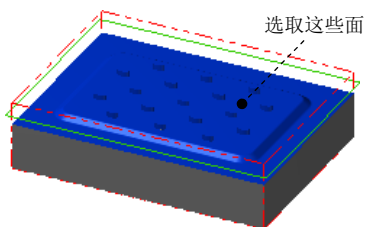

图 25.13 选取加工面
Step2. 设置加工区域。在图形区中选取图 25.13 所示的面(共 60 个)，然后按 Enter 键，系统弹出“刀具路径的曲面选取”对话框。